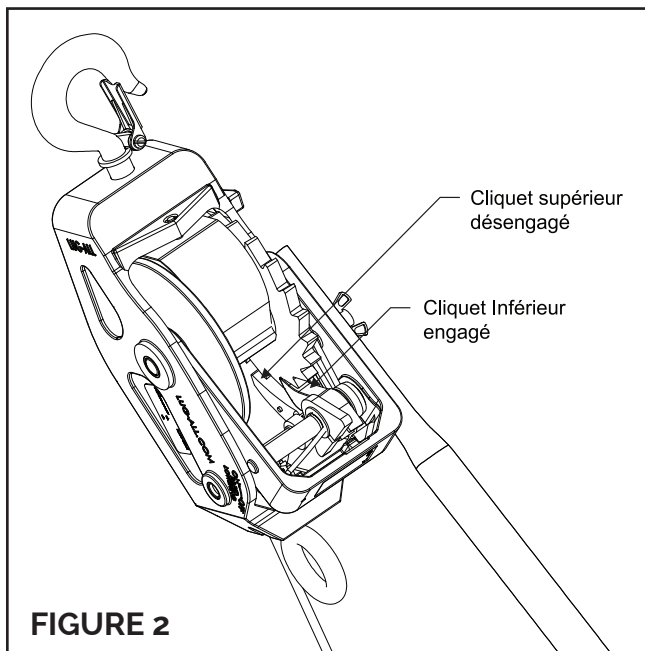

FIGURE 2
- 1) Basculer le levier de reversion de marche pour éloigner le cliquet supérieur des dents du tambour (FIGURE 2).
(SE REPORTER À LA FIGURE 2)